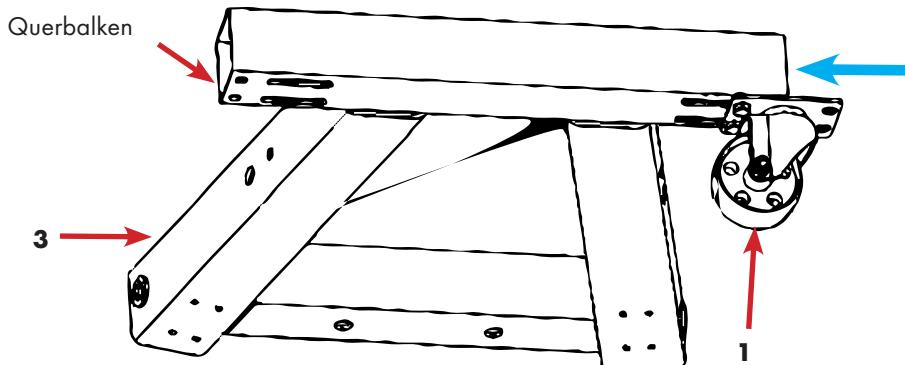

Abb.5
- Schieben Sie die Rollen in eine Position, in der die Löcher der Rollen mit den Löchern des π -Trägers ausgerichtet sind, Abb.5 folgende Seite.